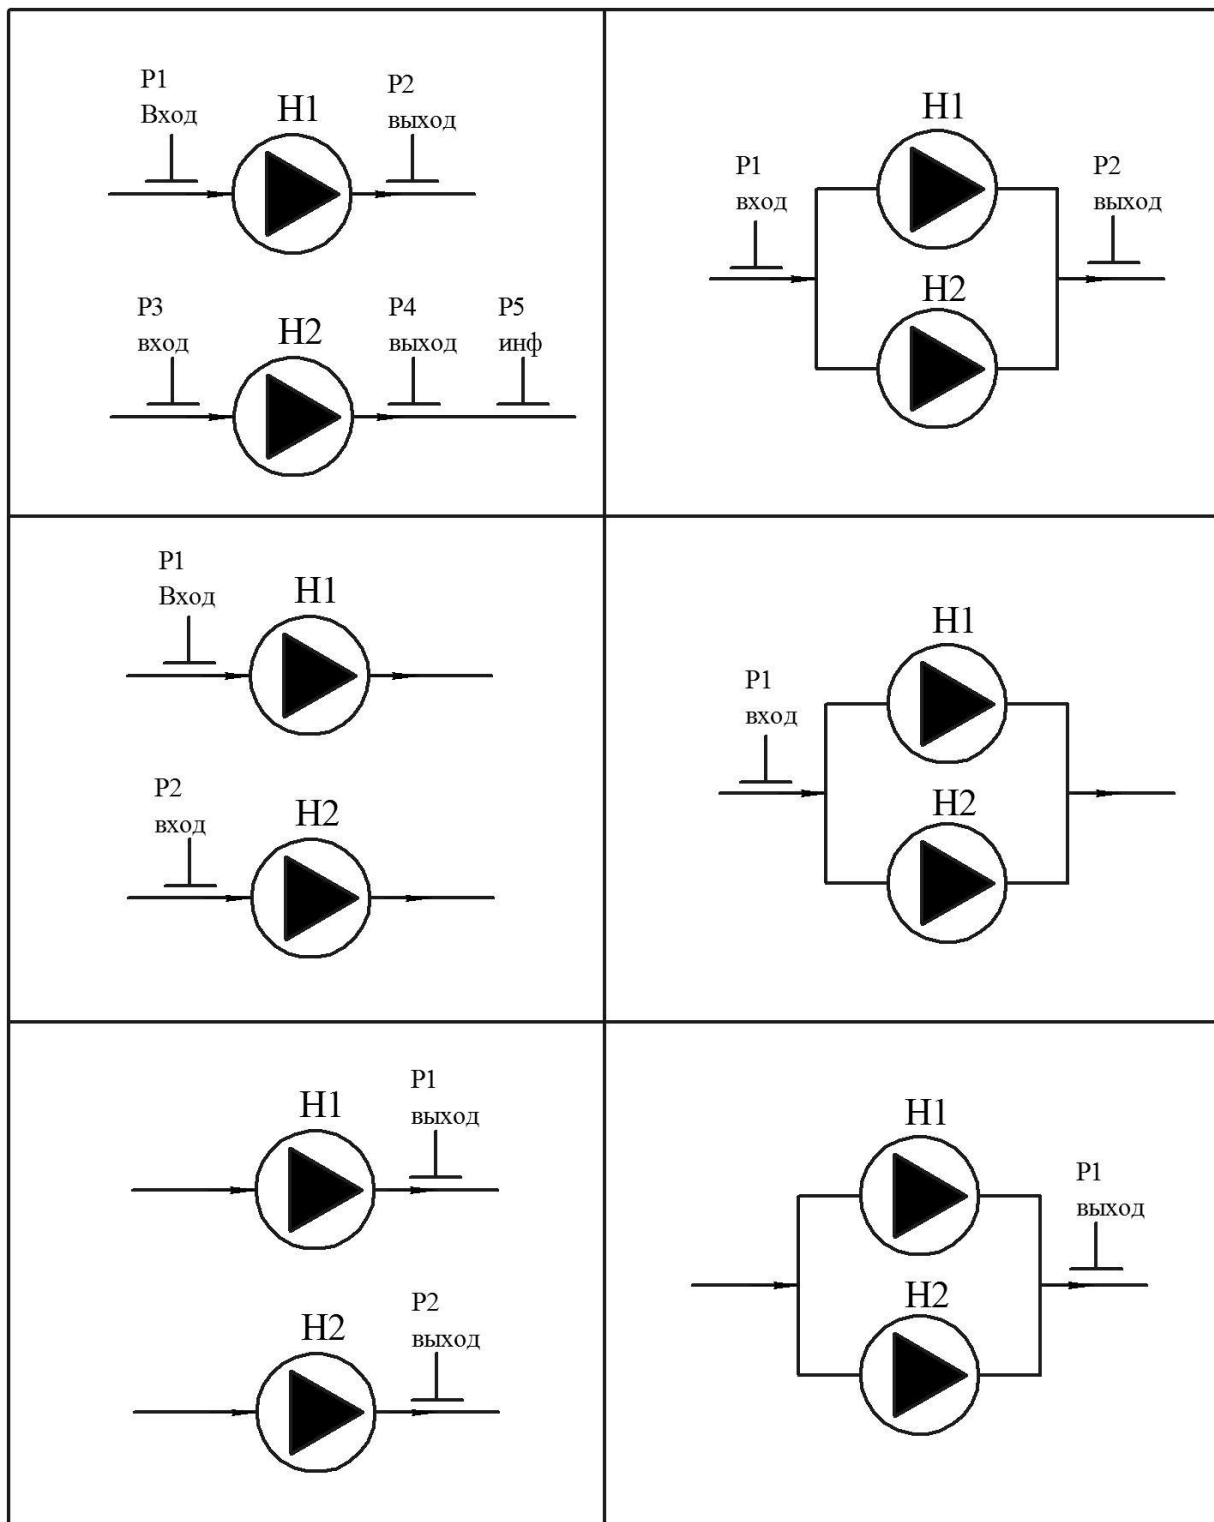

Рисунок 8 – Расположение и назначение датчиков давления относительно насосов
2.3.2 БУН автоматически обеспечивает контроль давления в трубопроводе перед входным патрубком (на входе) и после (на выходе) каждого насоса. В случае выхода результатов измерений за пороговые значения БУН блокирует включение насоса, либо аварийно отключает насос(ы). Назначение и расположение датчиков давления, при конфигурировании БУН (Рисунок 8), определяет механизм защиты насосов, как от сухого хода, так и от протечек в трубопроводах. Пятый измерительный канал давления используется в информационных целях.